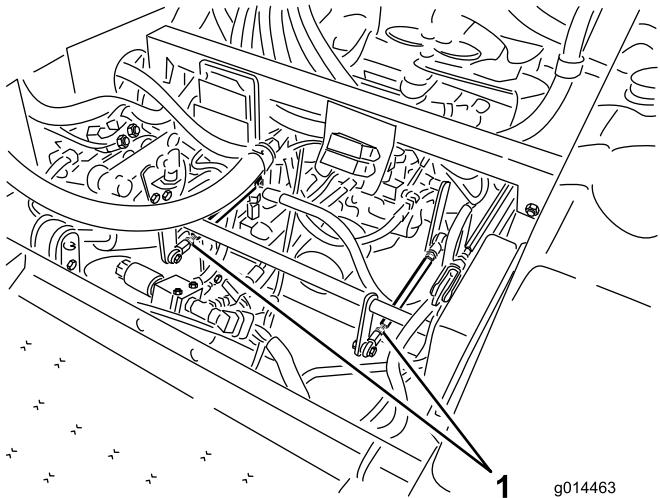

Figura 59
- Si el neumático trasero izquierdo está girando, afloje las contratuerzas de la varilla de control de la transmisión del lado izquierdo (Figura 59).